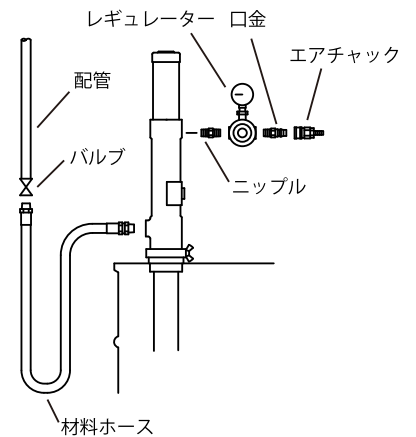

Fig.6
- ポンプ運転時振動により配管をいためること、騒音の元凶になること、ドラムポンプにおいてはドラム缶の交換が不可能になること、ポンプのメンテナンスが出来ないこと、などの問題がありますので、配管する場合は、ポンプと直接配管で接続しないでください。(Fig.6)
- 1) ポンプのエア供給口にレギュレーター（別途購入）を取付けてください。(Fig.6)